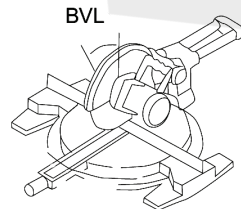

Abb.7
---Stellen Sie den BLV-Wert an der Schneidemaschine so ein, dass ein schräger Längsschnitt erfolgt (Abb.7)
6. Bei ungenauen Messungen durch den Transport sind die Schrauben (10) und (11) an der Basislinie zu verstellen.